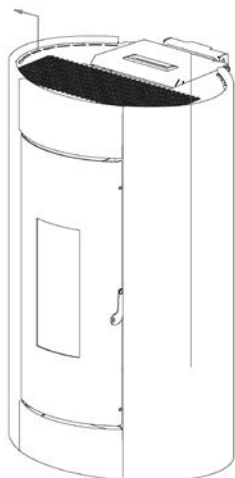

Fig. 64 - Dépose des côtés
- Décrocher les flancs du bas vers le haut (voir **Fig. 64**).